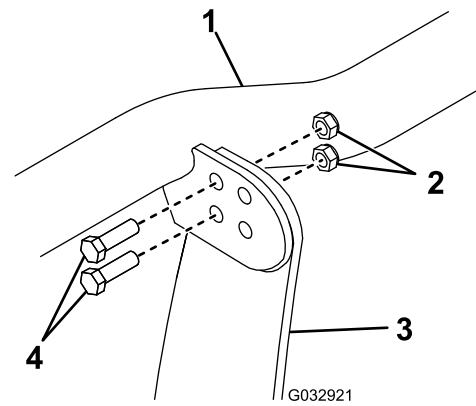

Figure 10
1. Fixez la barre d'éclairage au sommet de la tour d'accouplement en insérant dans les trous arrière 4 boulons (3/8 x 1¼ po) et écrous autofreinés (3/8 po) (Figure 10). Serrez les boulons à 31 N·m (23 pi-lb).